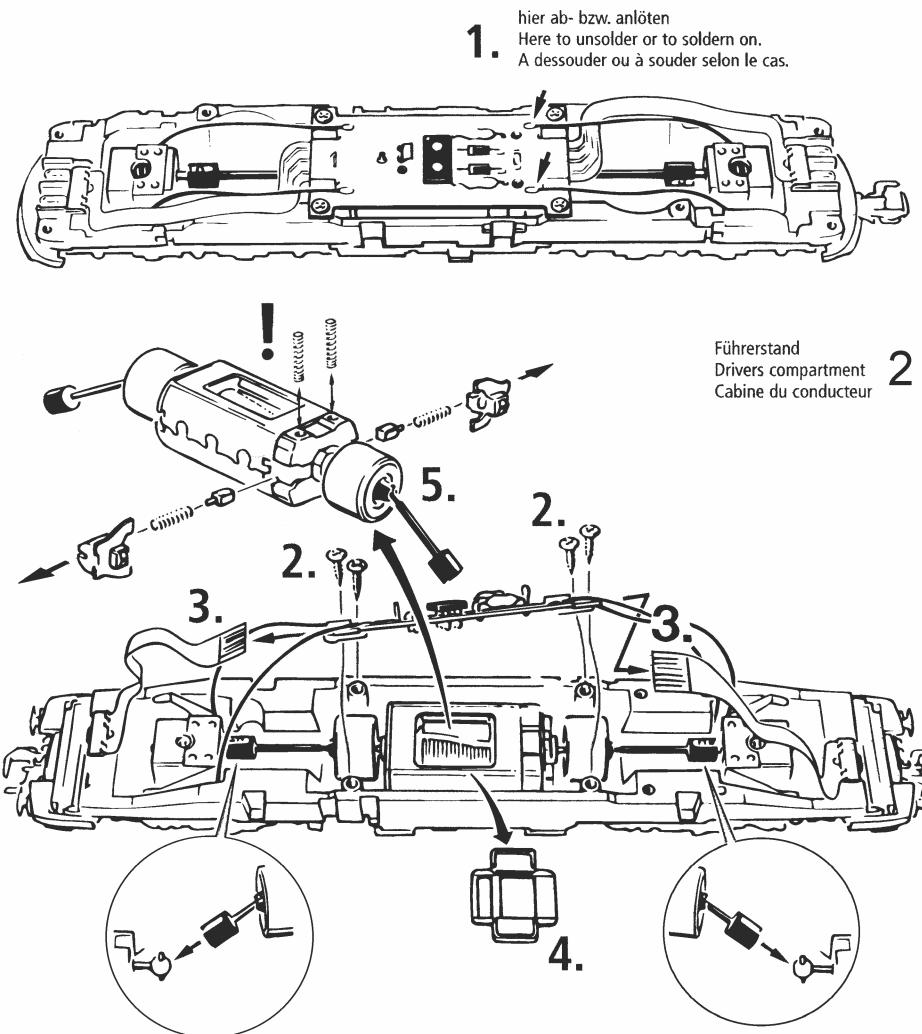

Fig. 10
Ausführung für Wechselstrom: siehe Fig. 10
Version en courant alternatif: voir fig. 10
A. C. operation: see fig. 10